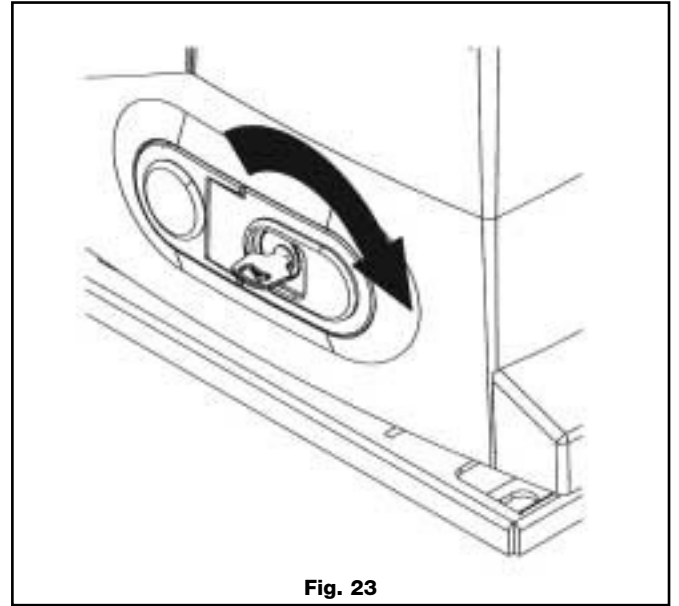

Fig. 23
- b) Introduire la clé dans la serrure (fig. 23) et la tourner à droite à 90°; le portillon de déverrouillage se débloque.